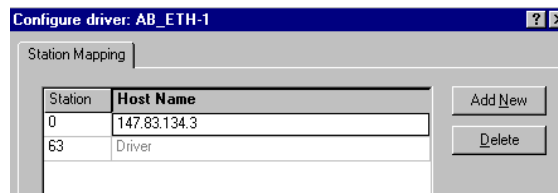

Figura 7.3: Definición de los componentes de la red
2. Una vez escogido el controlador procedemos a configurarlo. Se nos pide las direcciones IP de los elementos que forman la red (figura 7.3). La red está formada únicamente por el módulo ENI ya que el ordenador personal está representado por el propio programa RSLinx.